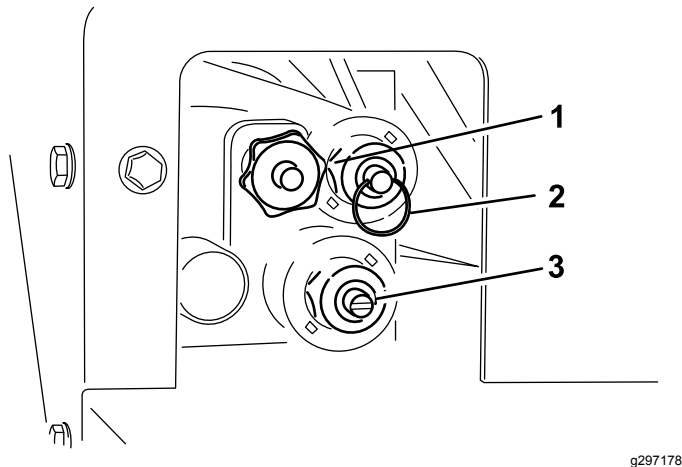

图 26
超控访问位于驾驶员侧的液压系统 图 26。
- 要调整输送带速度 图 26 请顺时针转动调节钮。在颜色代码操作系统中所使用的是最大输送带速度所以可以在没有液压流量的时候进行调整。料斗装满沙子时这一操作非常关键。
- 要提升料斗 (图 26) 请推入气门芯上的环。
- 要降低料斗 (图 26) 请拉出气门芯上的环。
- 要调整甩盘速度 图 26 请使用一字螺丝刀顺时针转动增加速度逆时针转动降低速度。